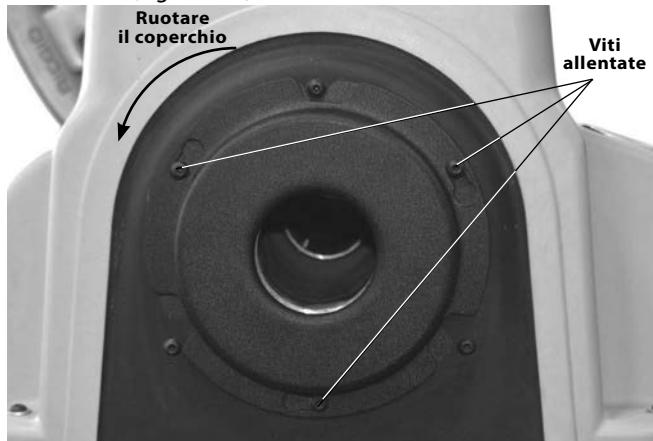

Figura 25A – Rimozione del coperchio posteriore
- Accertarsi che l'interruttore REV/OFF/FOR (INDIETRO/SPENTO/AVANTI) (2/0/1) si trovi nella posizione OFF (0) e che il cavo sia staccato dalla presa.
- Rimuovere il coperchio posteriore. Allentare le viti del coperchio e ruotare il coperchio per rimuoverlo (Figura 25A).